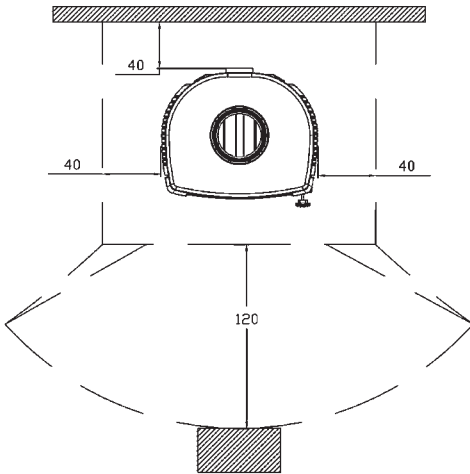

Imagen 4A
a) requisitos mínimos para la distancia segura del espacio trasero y lateral de los elementos inflamables y objetos sensibles al calor (por ejemplo, muebles, superficies de madera, tejas, etc.) (ver Ilustración 4A) para asegurar un aislamiento térmico suficiente. Todas las distancias de seguridad mínimas se colocan en la placa esmaltada y no deben modificarse.